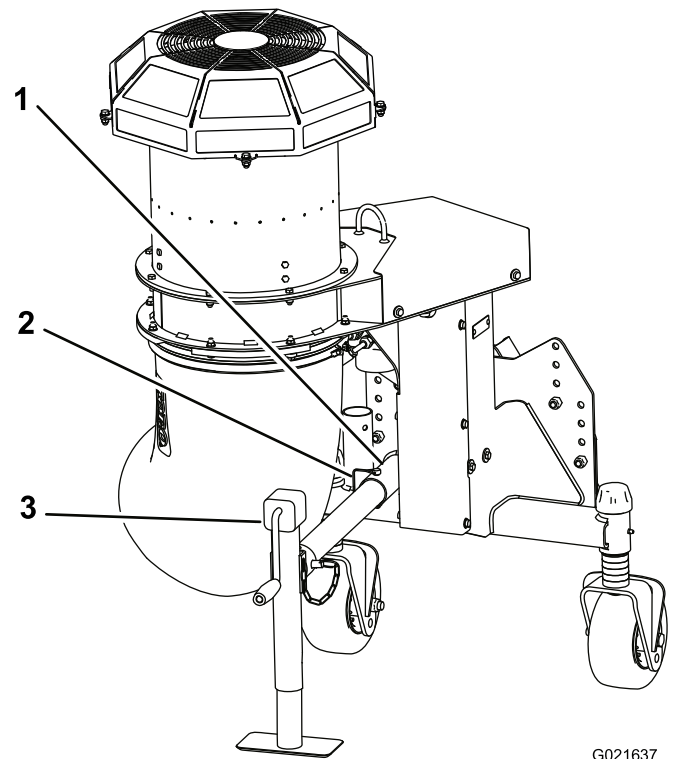

Figure 8
8. Insérez le tube du cric dans le tube du cadre, alignez les trous et fixez-le en position avec la goupille à fermoir (Figure 8).